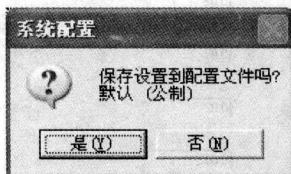

图 1-10 “保存系统配置”对话框
(3) 单击对话框中的“”按钮，出现如图 1-10 所示“保存系统配置”对话框，直接单击【确定】，完成绘图区底色的设定。